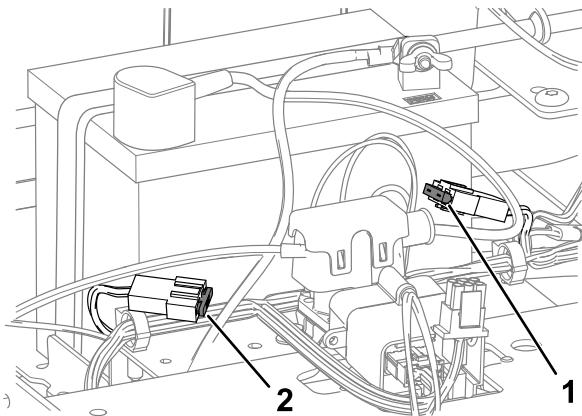

Figura 49
4. Para cambiar un fusible, tire del mismo para retirarlo (Figura 49).